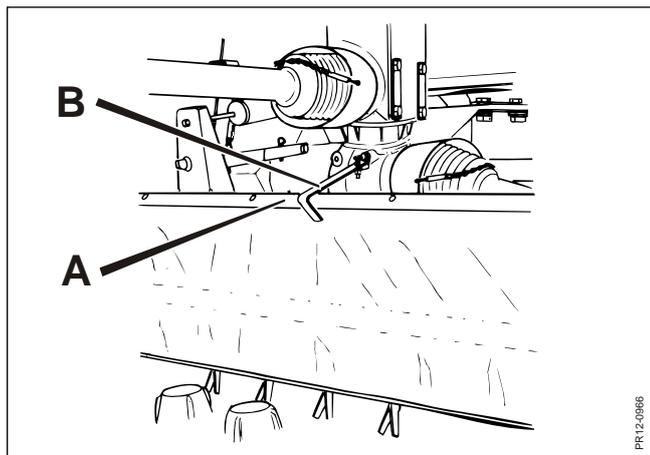

Fig. 5-8
**Fig. 5-8** Dans le cadre de l'entretien, l'échange des couteaux est plus facile en relevant le carter de protection avant. Le carter **A** est fixé avec le crochet **B** monté au centre du boîtier.